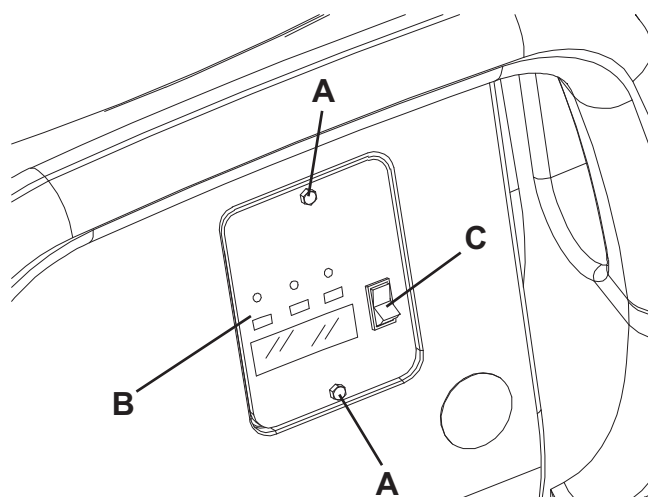

Figure 1
1. Déposer les vis (A, Fig. 1) de l'hublot de lecture des données du chargeur de batterie.
2. Déposer l'hublot (B).
3. Positionner le sélecteur (C) sur WET pour batteries au plomb ou sur GEL pour batteries au gel.
4. Installer l'hublot (B) et serrer les vis (A).